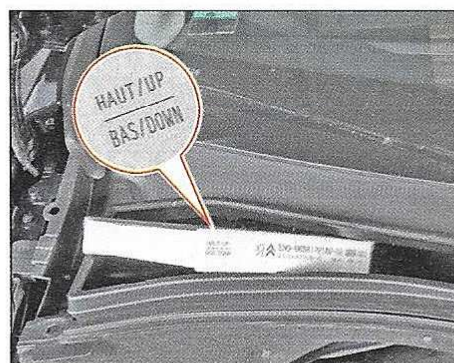

FIG.4
- Respecter le sens de montage notifié sur les filtres (Fig.4).